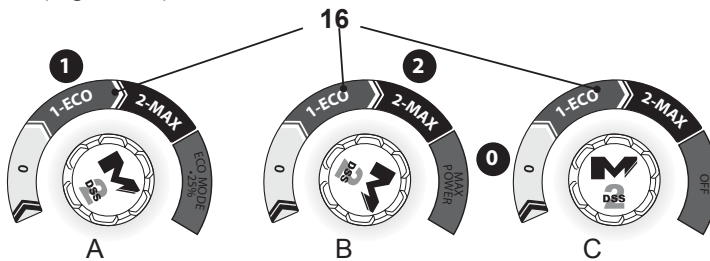

Fig. 18
1. Setează comutatorul de pornire / oprire (on/off) (16) în poziția sa „1” pentru a porni produsul și să funcționeze în **MODUL ECO (ECO MODE)** (viteză mică) (fig. 18, A). MODUL ECO (ECO MODE) poate face o economie de energie până la 25%
2. Setează comutatorul de pornire / oprire (on/off) (16) în poziția sa „2” pentru a porni produsul și să funcționeze în modul **PUTERE MAXIMĂ (MAX POWER)** (viteză mare) (fig. 18, A).
3. Setează comutatorul de pornire / oprire (on/off) (16) în poziția sa „0” pentru a opri produsul (Fig. 18, C).